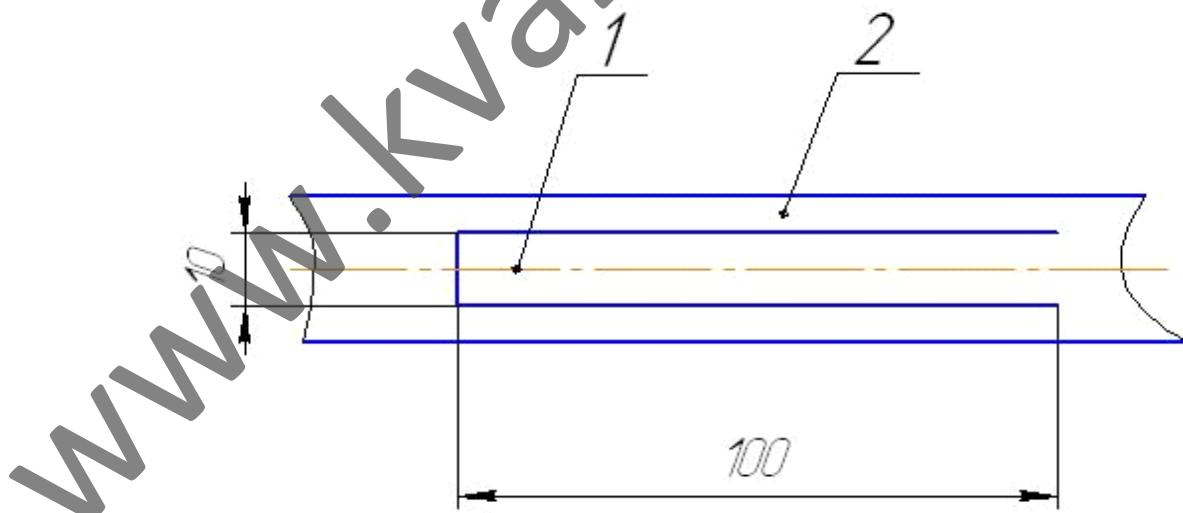

Рис. 6 Схема подготовки полимерного покрытия труб при определении адгезии
5.3. Произвести подготовительные работы в месте определения адгезии. Работа выполняется ножом или резаком, входящими в комплект поставки. Схема вырезки полимерного покрытия на рис. 6,